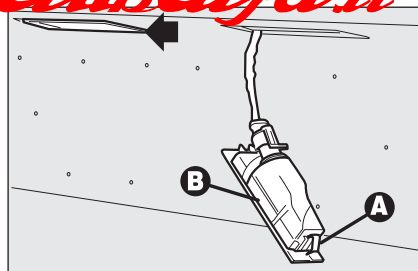

fig. 36
- ☐ agire con un cacciavite a lama piatta e protetto con un panno morbido sul dispositivo **A-fig. 36** per estrarre il gruppo **B**;